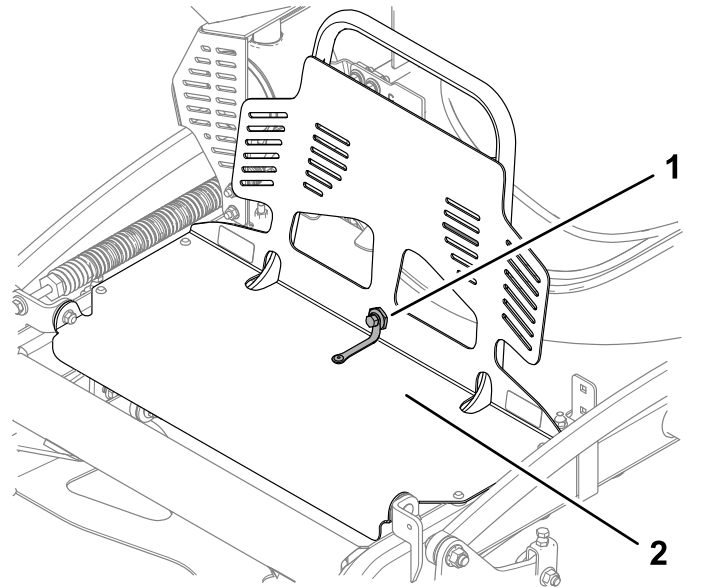

Figure 29
1. Retirez le boulon et l'écrou à épaulement qui fixent la protection du moteur à l'extension de la protection (Figure 29).
- Fixez la protection du moteur à l'extension à l'aide du boulon et de l'écrou à épaulement, comme montré à la Figure 29.